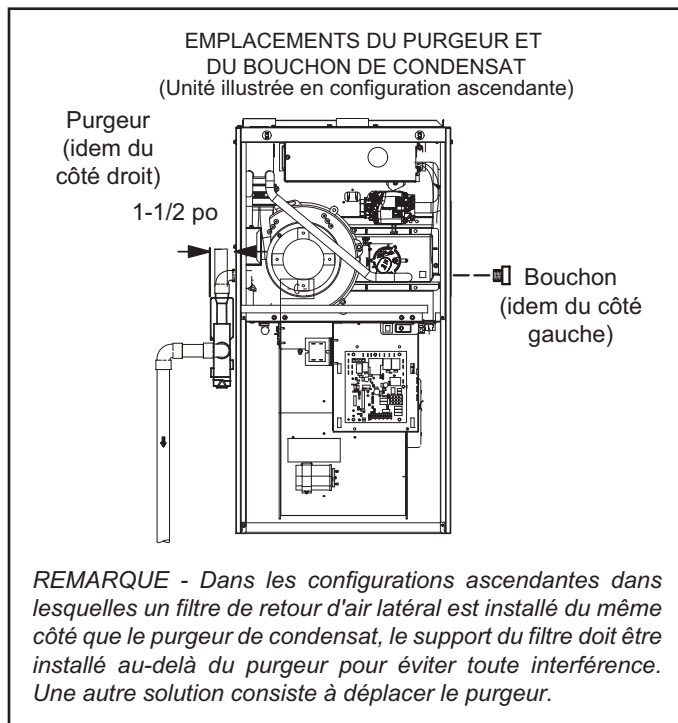
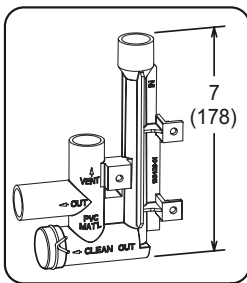

Figure 46
Figure 54
Voir les Figures 46 et 48 pour les emplacements du purgeur de condensat. La Figure 54 illustre le piège avec tuyau en PVC de 1/2 po ou de 3/4 po.
- 2 - Utiliser un grand tournevis à tête plate ou une douille d'entraînement de 1/2 po pour retirer le capuchon (figure 46) du boîtier du collecteur de l'extrémité froide à l'emplacement approprié sur le côté de l'appareil. Installer un coude de 3/4 po NPT sur le boîtier du collecteur de l'extrémité froide. Utiliser de l'adhésif au Téflon ou un enduit d'enrobage approprié.
- 3 - Installer le bouchon sur l'ouverture de nettoyage à la base du purgeur. Fixer avec le collier. Voir la Figure 54.
- 4 - Installer le purgeur avec des raccords en PVC appropriés et coller tous les joints. Coller le purgeur fourni comme illustré à la Figure 54. Acheminer le conduit de condensat jusqu'à un drain ouvert. La conduite de condensat doit maintenir une pente descendante de 1/4" entre l'appareil et le drain.